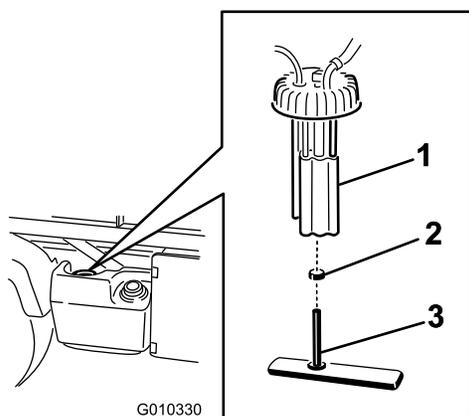

Figure 57
2. Débranchez les connecteurs des faisceaux de câblage de la pompe à carburant (Figure 57).
3. Desserrez le collier et débranchez la conduite d'alimentation de la pompe à carburant (Figure 57).
4. Enlevez le bouchon de la pompe à carburant et vissez-le au sommet du réservoir de carburant (Figure 57).
5. Déposez la pompe à carburant et le filtre à carburant du réservoir (Figure 57).
6. Enlevez le collier qui fixe le flexible du filtre à carburant au raccord de la pompe à carburant (Figure 57).
7. Débranchez le flexible du raccord (Figure 57).